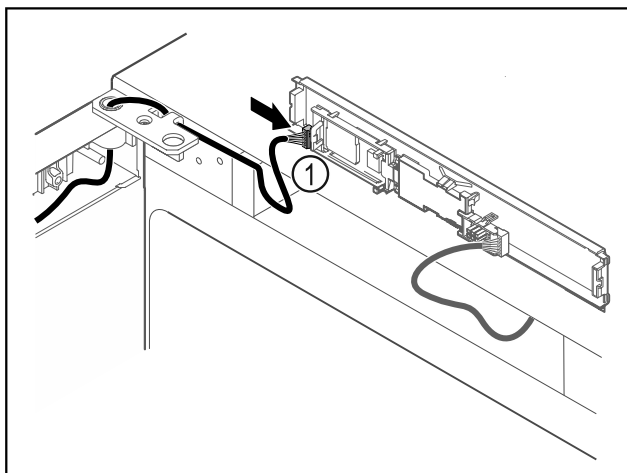

Fig. 64
- ▶ Συνδέστε το φινιρίσματα Fig. 64 (1) στην πλακέτα.